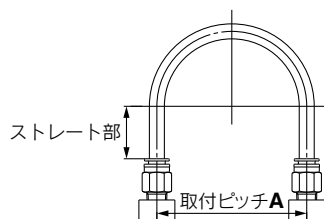

図1 推奨配管図
- ①ワンタッチ管継手に配管する際は図1の推奨配管条件にて、チューブ長さに余裕を持った配管をお願いいたします。